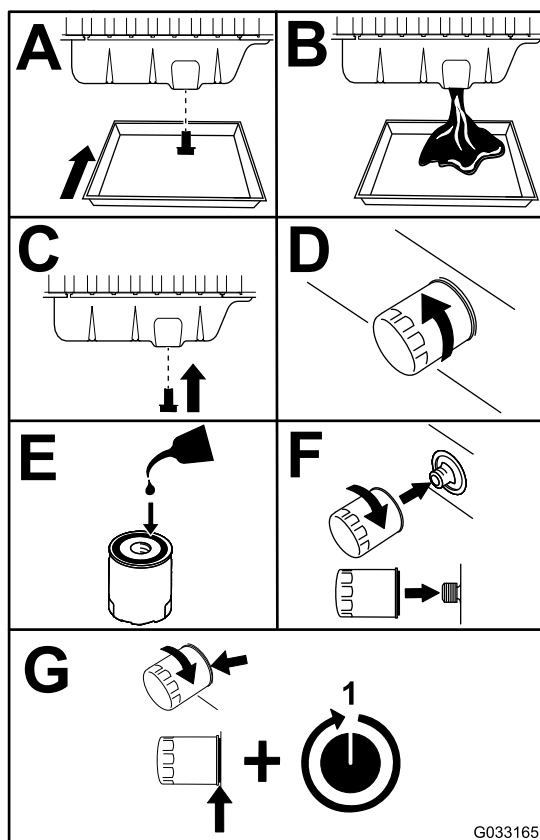

Figura 51
3. Substitua o filtro e o óleo do motor (Figura 51).